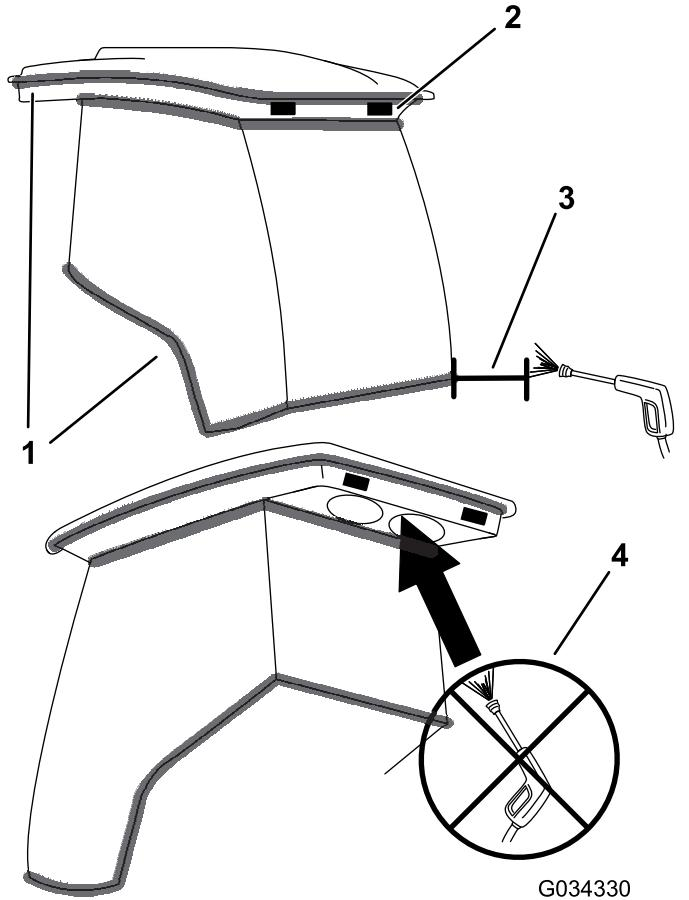

Figura 119
**Importante:** Tenha cuidado em redor dos vedantes da cabine e luzes (Figura 119). Se está a utilizar uma máquina de pressão de água, mantenha a varinha da máquina pelo menos a 0,6 m da máquina. Não utilize a máquina de lavagem à pressão diretamente nos vedantes da cabine e luzes ou debaixo da suspensão traseira.